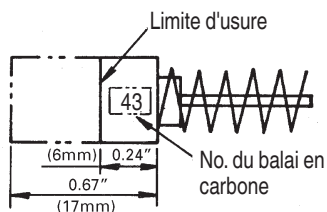

Fig. 9
2. Inspection des balais en carbone (Fig. 9)
Utiliser le balai en carbone metabo HPT No. indiqué sur la Fig. 9.